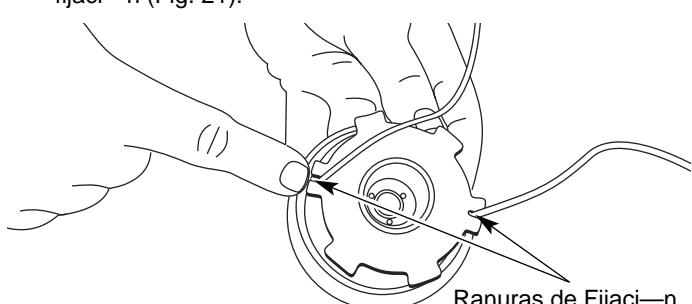

Fig. 21
12. Inserte los extremos de la lnea en las dos ranuras de fijacin (Fig. 21).